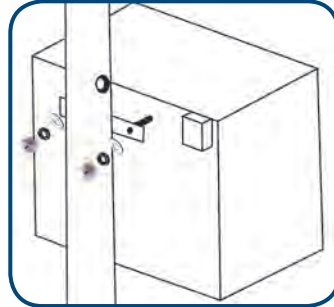

Figura 10. ATORNILLAR EL GABINETE A LA SOLERA DE SUJECCIÓN.
4.2 Montaje de gabinete en poste sin brazo (Ver Figura 10).